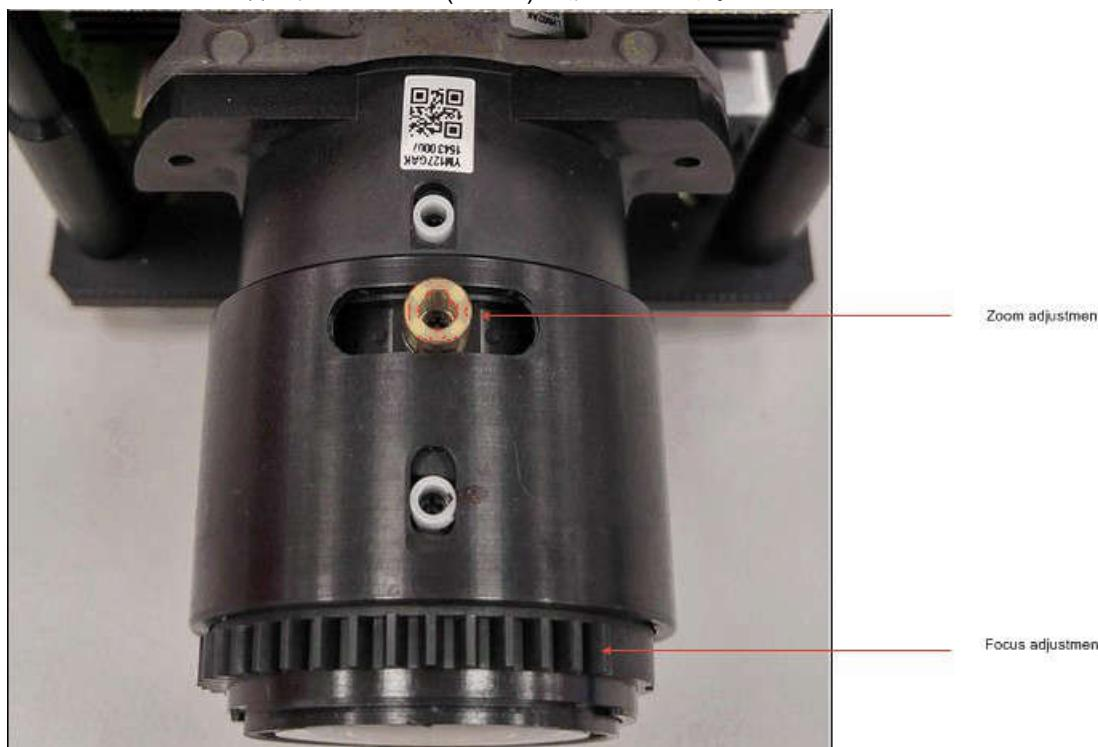

図 6-1. フォーカスおよびズーム調整機能付き光学モジュール
- 画像の焦点およびズームは、光学モジュール (図 6-1) で調整できます。